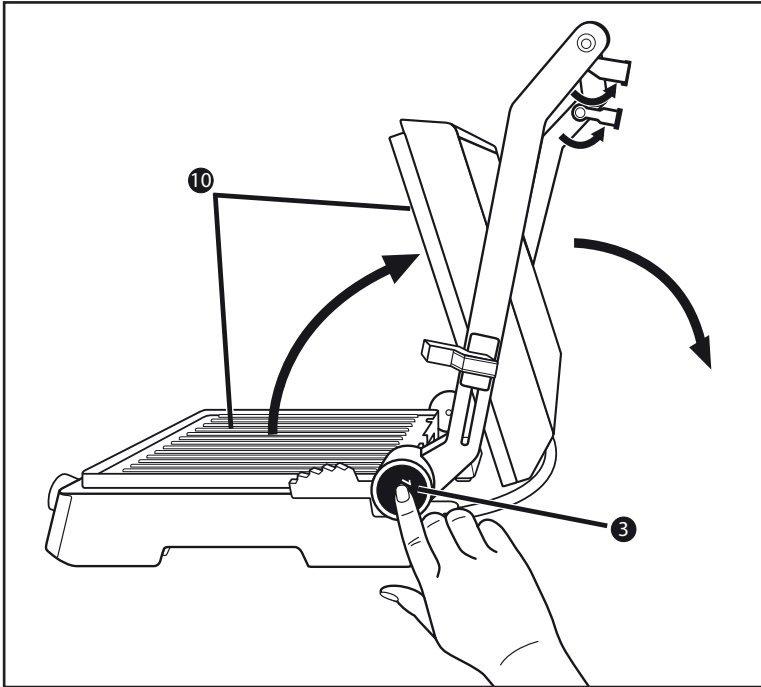

Fig. 1
- 1) Déliez les deux pieds **1** (fig.1)
- 2) Appuyez sur la touche de déverrouillage 180° **3** (fig.1) et ouvrez le couvercle de l'appareil de manière à ce que les deux plaques chauffantes **10** puissent être utilisées comme gril de table.